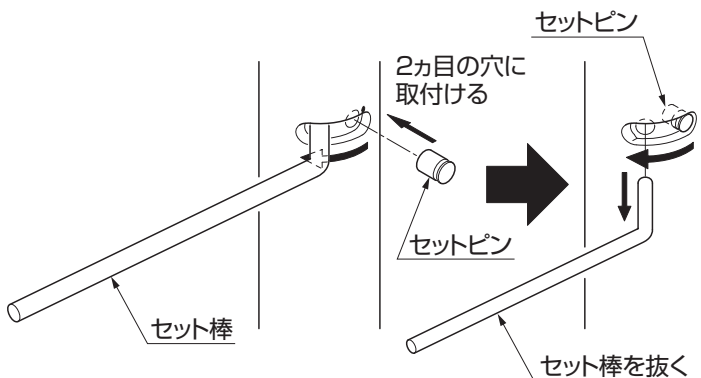

図5-9
- ① 門扉を閉じて、「5-3」の要領で初期値を探してください。
- ② 0ヶ目のセット穴が見つかったら、さらに巻き込み装置を少し回し、2ヶ目のセット穴にセットピンを取付けてください。(図5-9参照)